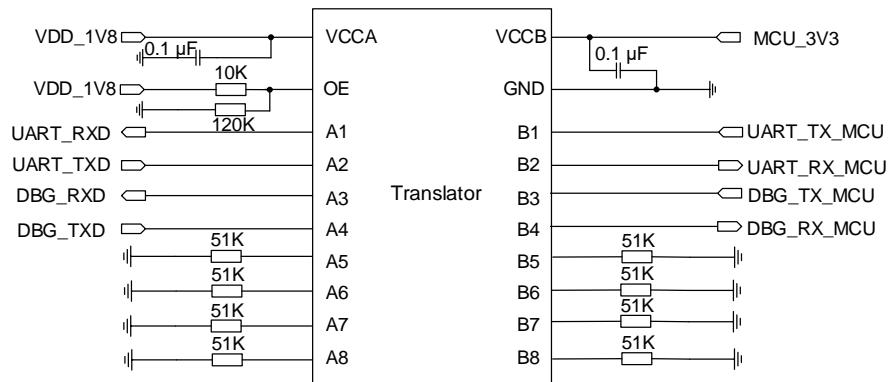
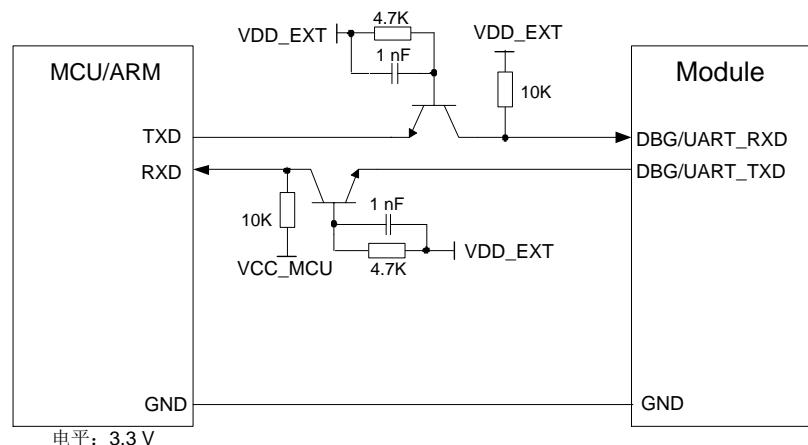

图 11：电平转换芯片参考电路（主 UART）
图 12：晶体管电平转换参考电路（主 UART）
2. 电平转换参考电路（图 11 和图 12）以主 UART 为例，调试 UART 的电平转换电路与主 UART 连接方式相同。